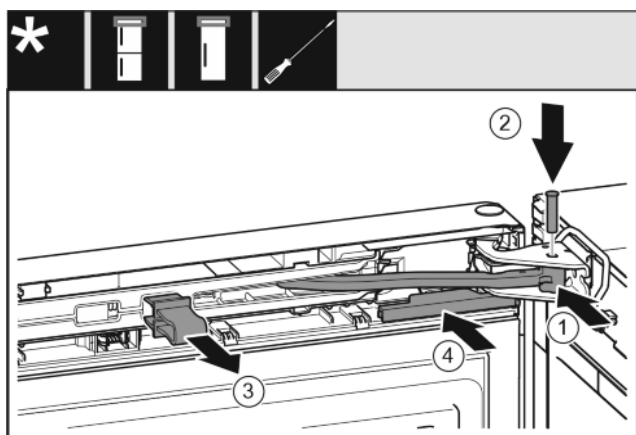

Fig. 39
- ▶ Okrenite zglob u podlošku ležaja. *Fig. 39 (1)*
- ▶ Umetnite svornjak u podložak ležaja i zglob. Pritom pazite da ispučenje za blokiranje ispravno dosjedne u utor. *Fig. 39 (2)*
- ▶ Skinite osigurač. *Fig. 39 (3)*
- ▶ Natakните pokrov. *Fig. 39 (4)*